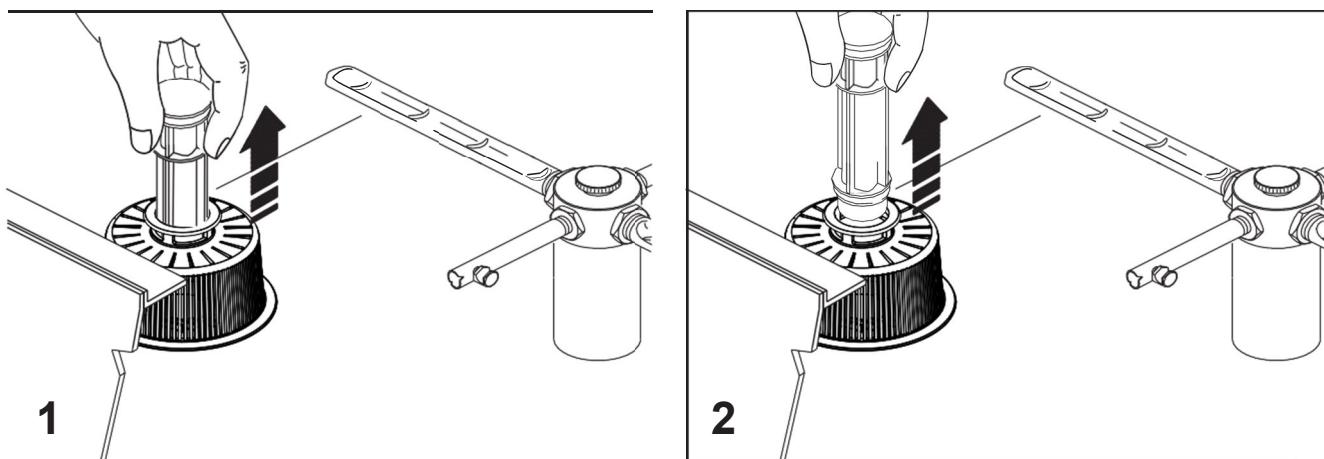

Fig. 16
2. enlever le tuyau de trop-plein (fig. 16)